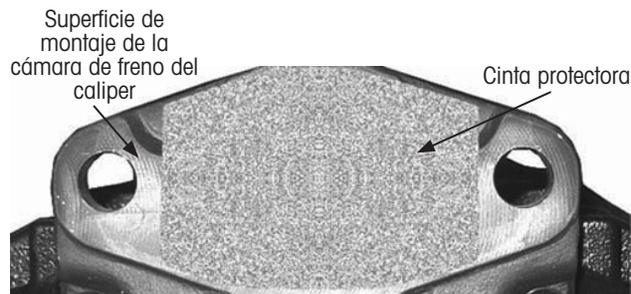

Figura 39: Nuevo caliper con cinta protectora
**NOTA:** La cinta protectora que cubre la superficie de montaje de la cámara de freno del caliper debe ser removida por completo (Figura 39).
1. **Remueva** todo el material de embalaje del nuevo freno (Figura 39).